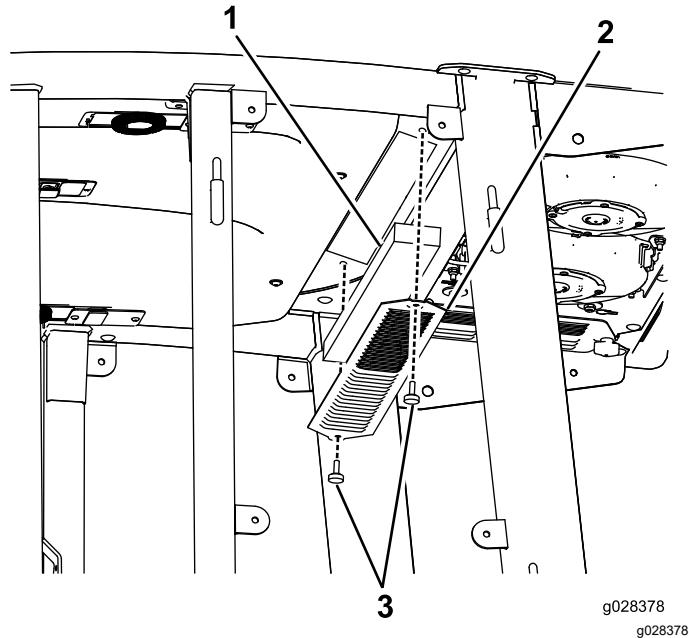
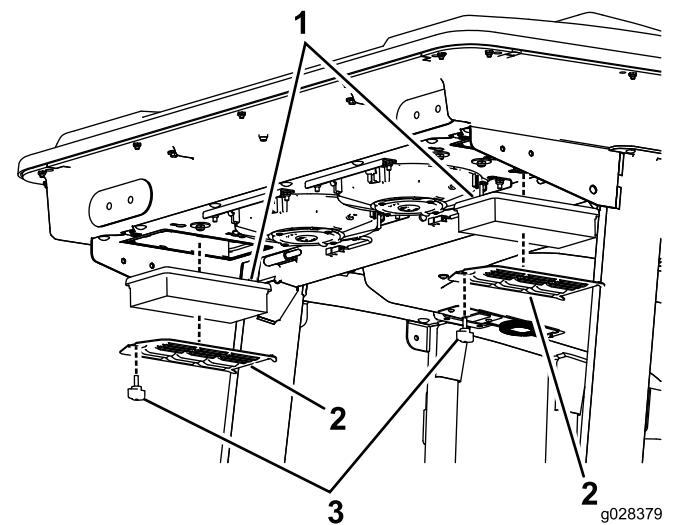
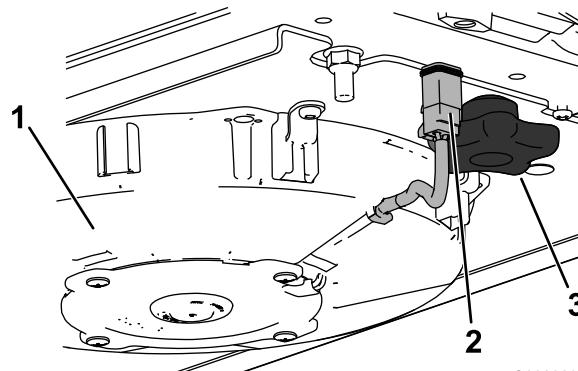
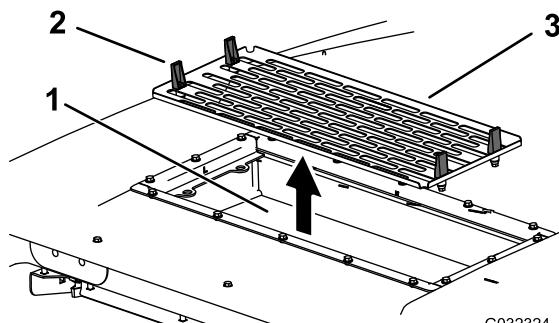

Figura 130
Figura 131
Figura 133
Figura 134
1. Retire los tornillos y las rejillas del filtro que está en el interior de la cabina y del filtro que está detrás de la cabina (Figura 130 y Figura 131).
- Retire los filtros de aire (ver Figura 131).
- Instale los filtros de aire, la rejilla y el conjunto de ventilador (Figura 131, Figura 133 y Figura 134).
- Conecte el cable de cada ventilador (Figura 133).